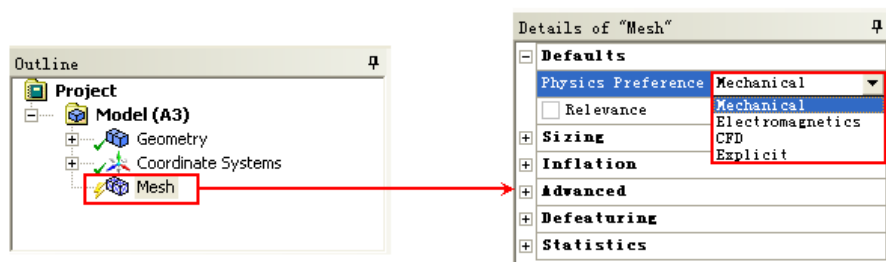

图 3-49 设置分析类型
**步骤 02** 选中 Meshing 界面左侧中的 Mesh 选项，在参数设置列表中的 Physics Preference 下设置物理类型为 Mechanical，如图 3-49 所示。